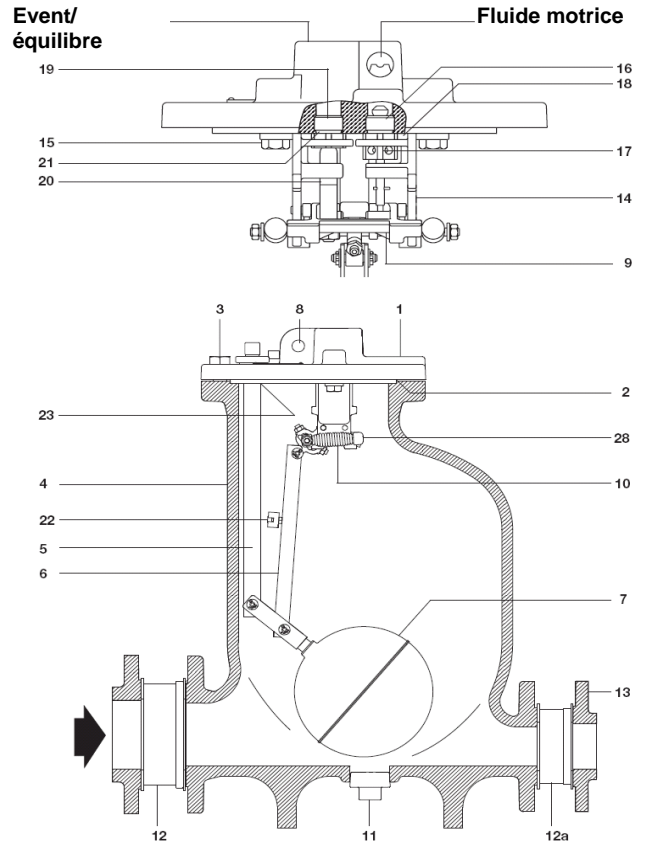

Fig. 1 DN80 x DN50 MFP14 montré
1. Lors de la mise en route, le flotteur (7) se trouve normalement au point bas. Le clapet d'admission (17) est fermé et le clapet d'échappement (20) est ouvert (Fig. 1).
2. Sous l'effet de la gravité, du liquide s'écoule au travers du clapet de non-retour entrée (12) dans la pompe de sorte que le flotteur (7) commence à flotter et s'élève.